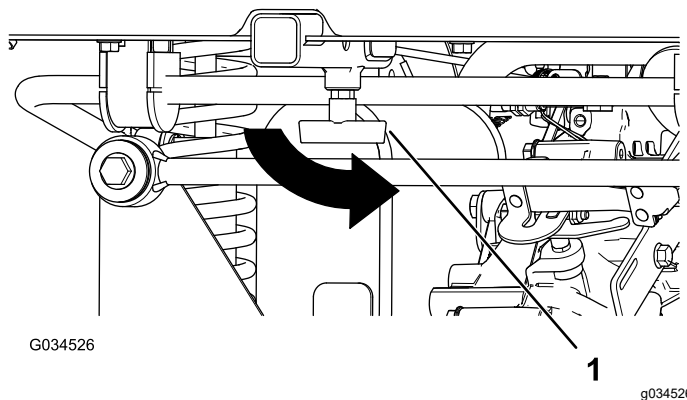

Figure 20
- Resserrez la poignée en « T » en la tournant dans le sens antihoraire (Figure 20).